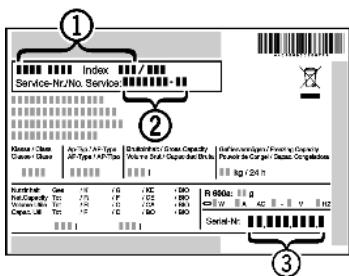

Fig. 35
- ▶ Обратитесь в сервисную службу и сообщите вид неисправности, наименование устройства Fig. 35 (1), сервисный № Fig. 35 (2) и серийный № Fig. 35 (3).